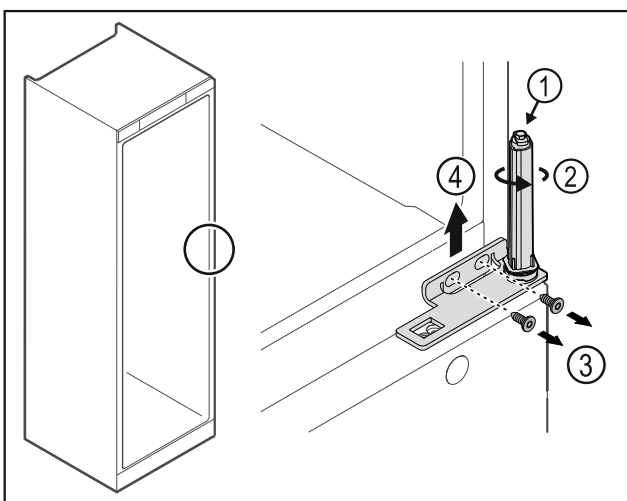

Fig. 32
- Μην αποσυναρμολογείτε το σύστημα κλεισίματος πόρτας Fig. 32 (1).
- Περιστρέψτε το σύστημα κλεισίματος Fig. 32 (2), μέχρι να κάνει κλικ.
- Λύστε τις βίδες Fig. 32 (3), αφαιρέστε τη γωνία μεντεσέ προς τα επάνω Fig. 32 (4).